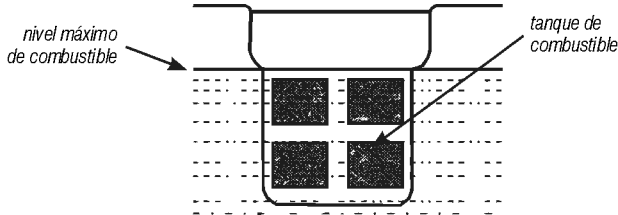

Fig. 4 - Nivel máximo de combustible
- 3 – Verifique el nivel de combustible (fig. 4);
- 5 – Nunca exceda la capacidad del tanque (fig. 4);